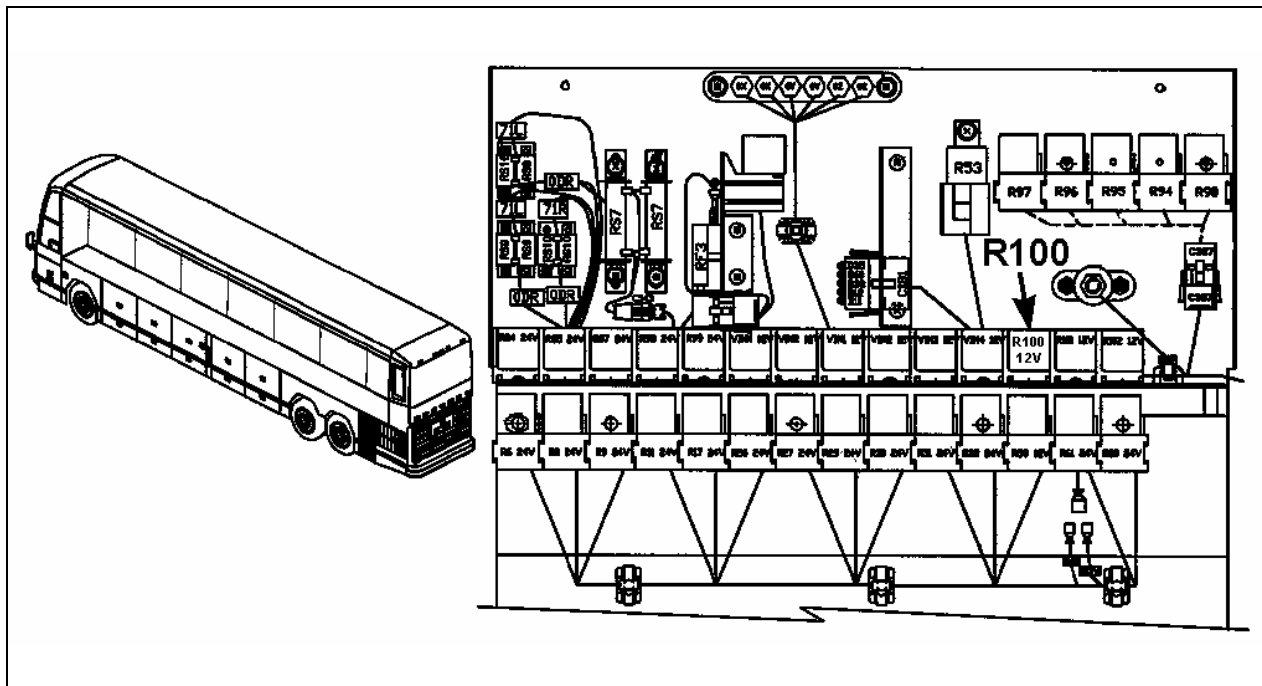

FIGURE 2 : EMPLACEMENT DU RELAIS R100 DANS LE PANNEAU DE JONCTION ARRIÈRE
1. Localiser l'emplacement du relais R100 sur le panneau de jonction arrière (Voir la figure 2).